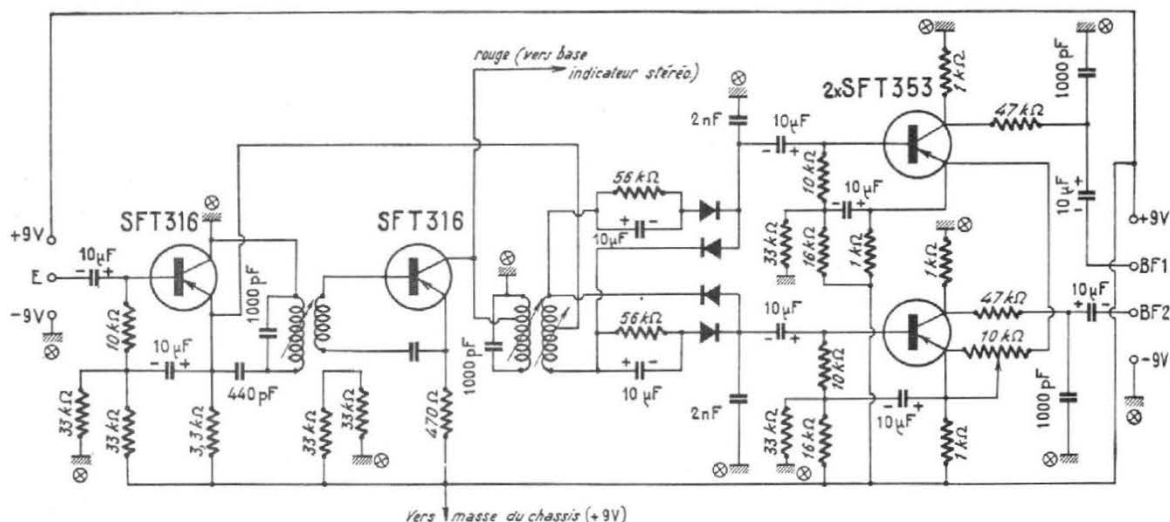

Fig. 4. -- Les masses marquées d'une croix cerclée ne sont pas à la masse du châssis, mais reliées au - 9 V
**Le décodeur stéréophonique :** Le schéma du décodeur stéréophonique Infra (réf. PS44F) est celui de la figure 4. Les fonctions des quatre transistors sont les suivantes :